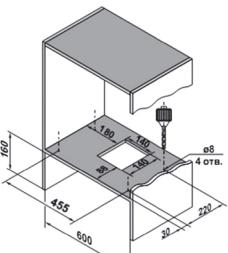

Рис. 2
2. Сделайте отверстия в шкафу согласно эскиза (Рис. 2).